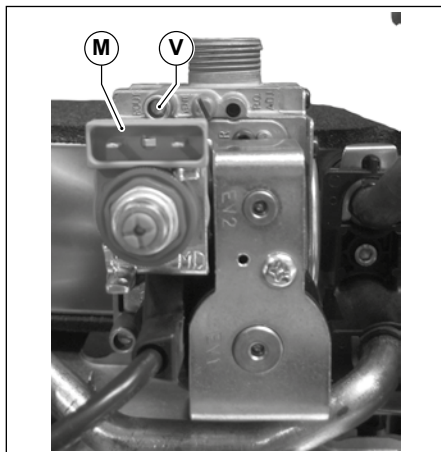

Abb. 18 Gasdruck-Messnippel
- Druckmessgerät am Gasdüsendruck-Messnippel V anschließen(siehe Abb. 18).